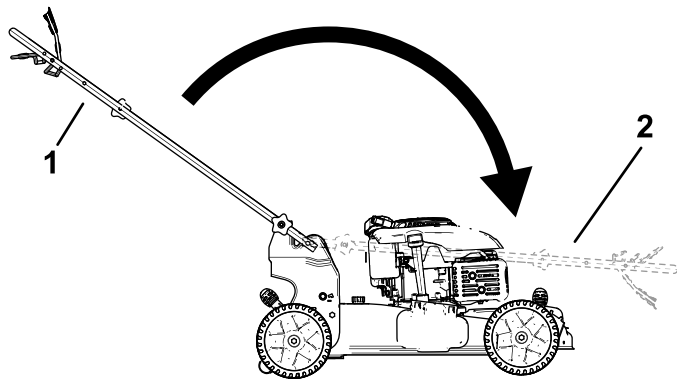

Figura 19
2. Doble el manillar girándolo hacia adelante (Figura 19).